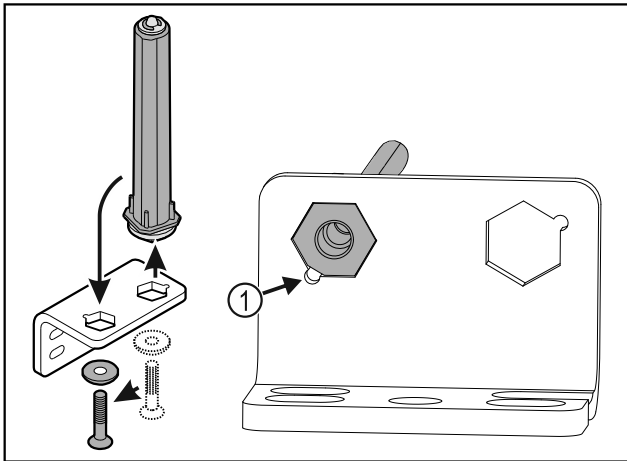

Fig. 34
- ▶ При поставянето внимавайте за това, скосяването на болта Fig. 34 (1) да сочи към кръглия отвор.